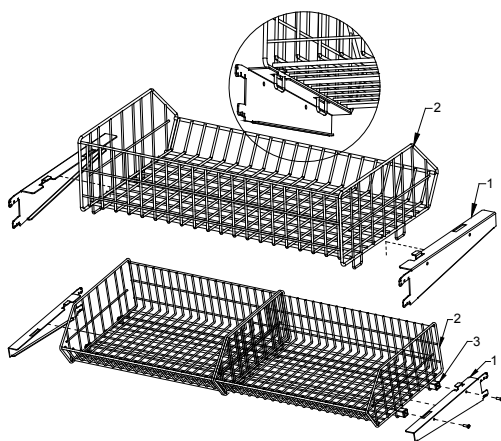

Figura 6 Cesti per frutta e verdura
- Posizionare lo scaffale a rete sui ganci come indicato nella Figura 6 (p. 5).